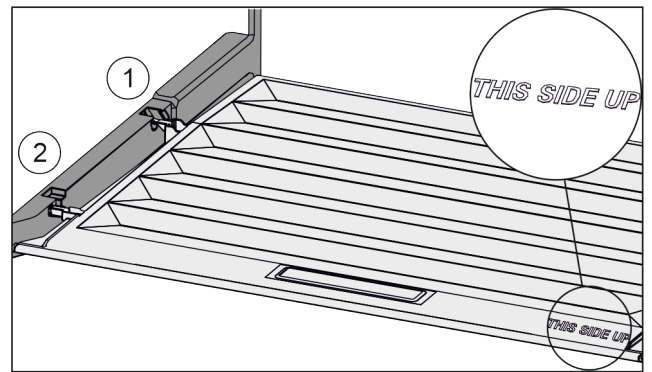

Fig. 68
- ▶ Introduire les rainures du couvercle par l'orifice du support arrière Fig. 68 (1) et les enclencher à l'avant dans le support Fig. 68 (2).